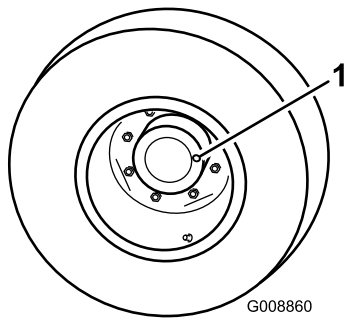

Bild 43
1. Stellen Sie, wenn sich die Maschine auf einer ebenen Fläche befindet, das Rad so, dass sich die Prüf-/Ablassschraube (Bild 43) entweder in der 3-Uhr- oder der 9-Uhr-Stellung befindet.
2. Nehmen Sie die Schraube am Planetengetriebe ab (Bild 43). Der Ölstand muss die Unterseite des Prüfschraubenlochs an der Rückseite der Bremse erreichen.